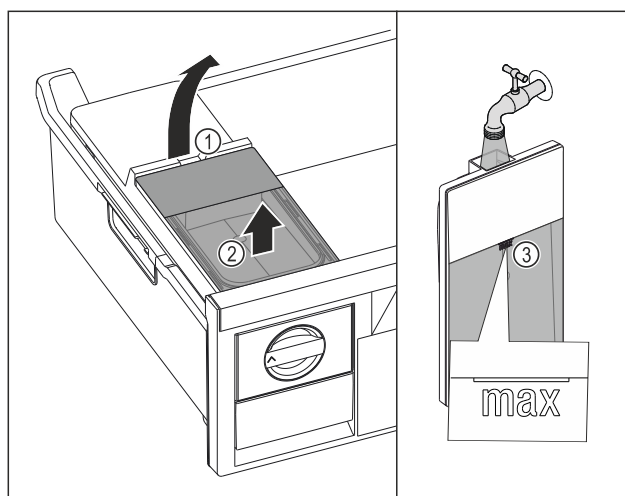

Fig. 123
- ▶ Zbiornik wody unieść za wycięcia Fig. 123 (1).
- ▶ Wyjąć zbiornik wody do góry Fig. 123 (2)
- ▶ Zbiornik wody napełnić wodą pitną aż do oznaczenia Fig. 123 (3).